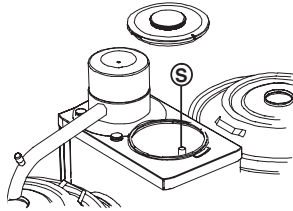

Fig. 22 Overstrømningsrør varmtvannssystem
- Tøm ut de siste vannrestene gjennom overstrømningsrøret. For å få til dette, trekk opp overstrømningsrøret (S.), som befinner seg i vannvarmeren, i den korte slangen (fig.22).
- Tøm ut de siste vannrestene gjennom overstrømningsrøret. For å få til dette, trekk opp overstrømningsrøret (S., fig.22).